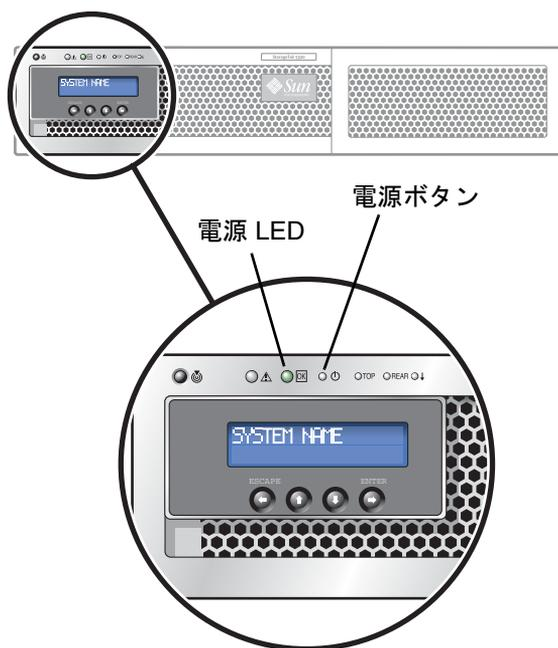

図 3-15 電源ボタンおよびフロントパネルの詳細
5. ペン先や同様の道具を使用して、埋め込み式の電源ボタンを押します (図 3-15)。
必要に応じて、ペン先や同様の道具を使用してボタンを押します。フロントパネルの詳細図は、図 3-15 を参照してください。
フロントパネルの詳細図は、図 3-15 を参照してください。